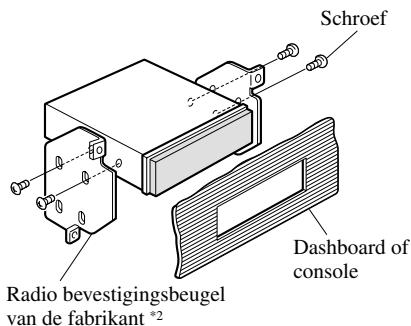

Afb. 15
- Vastmaken van dit product aan de fabrieksradio-bevestigingsbeugel. (Afb. 15) (Afb. 16) (Afb. 17)